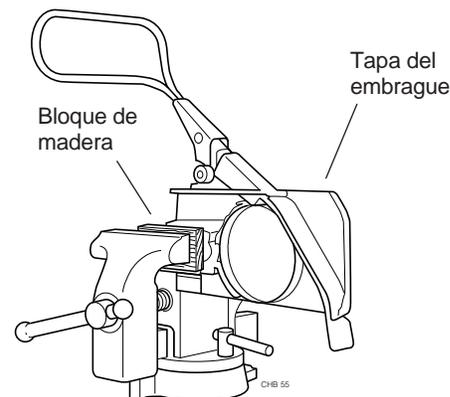

Figura 10.7 Asegurando la tapa durante el desarme.
- Para mejor manejo durante el servicio, afirme la tapa entre dos trozos de madera en una morsa. (Figura 10.7)